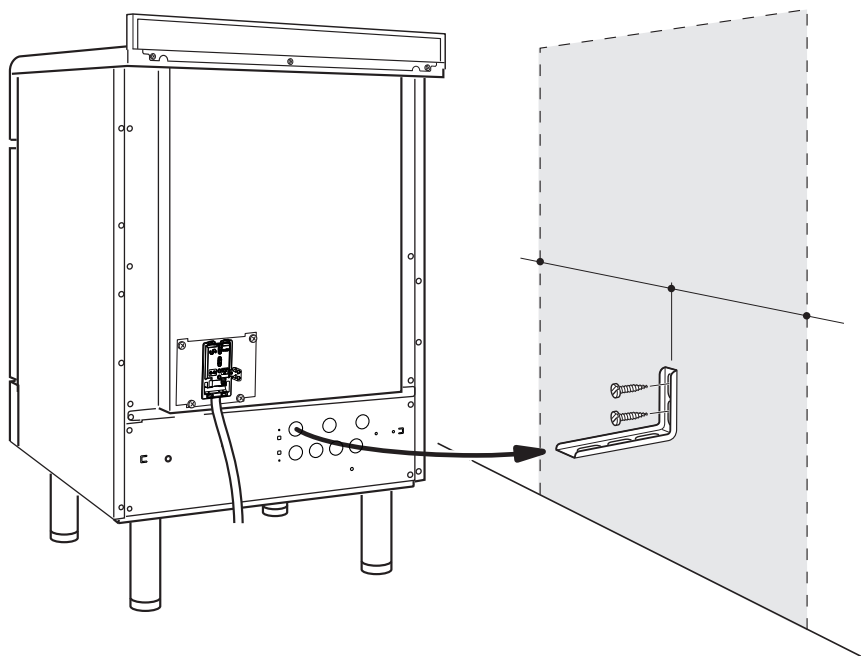

Fig. 1.8
1. Når du har valgt endelig plassering til komfyren, markerer du de to skruenes plassering til anti-vippebeslaget på veggen. Se Fig. 1.8.
4. Flytt komfyren bort til veggen og juster høyden på anti-vippebeslaget, så det passer til hullene på komfyren. Se Fig. 1.8.